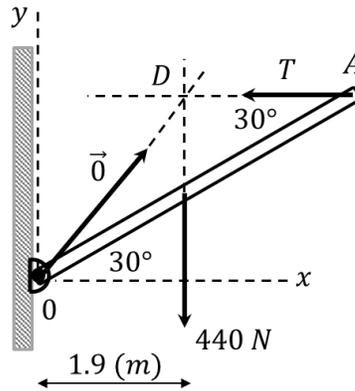

Fig. 4.11.
Esto es, $(\vec{F}_N = -440\hat{j} (N))$ aplicado en el punto $x = 1.9 (m)$ desde 0. La forma de esquematizar las fuerzas que están actuando sobre la barra considerando el sistema equivalente más simple, se ilustra en la Fig. 4.11.